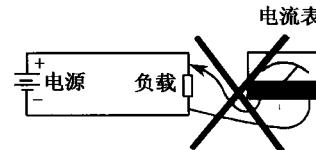

图 2-4 电流表的错误接法
(4) 因为电流表的特点是内阻非常小，所以在使用电流表时，绝对不允许把电流表并接在负载或电源上，如图2-4所示，否则电路中的电压因电流表内阻小，形成短路，极易将电流表损坏。电流表的量程范围一定要超过电路的实际电流的数值。如发现表针猛打到头，要立即断开电源检查原因，以防损坏表头。